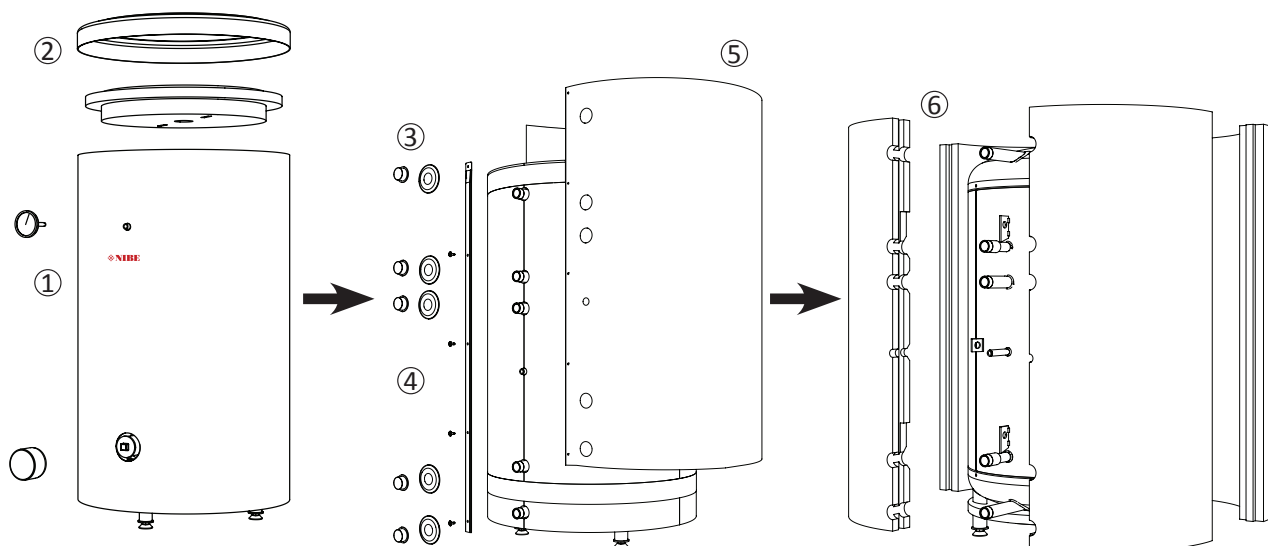

Рис. 7 Демонтаж корпуса и теплоизоляции.
Подключение нагревательной и водопроводной систем необходимо выполнить согласно монтажной схеме (Рис. 7).
Чтобы минимизировать утечку воды из предохранительного клапана, связанную с тепловым расширением жидкости, рекомендуется устанавливать подходящий расширительный бак на подаче холодной воды (Рис. 7 п. 9).
3. Перекрыть подачу водопроводной воды и слить часть воды из водонагревателя спускным клапаном (Рис. 7 п. 4).
4. Снять крышку корпуса вместе с теплоизоляцией (1).
5. Вывинтить изношенный магниевый анод (3).